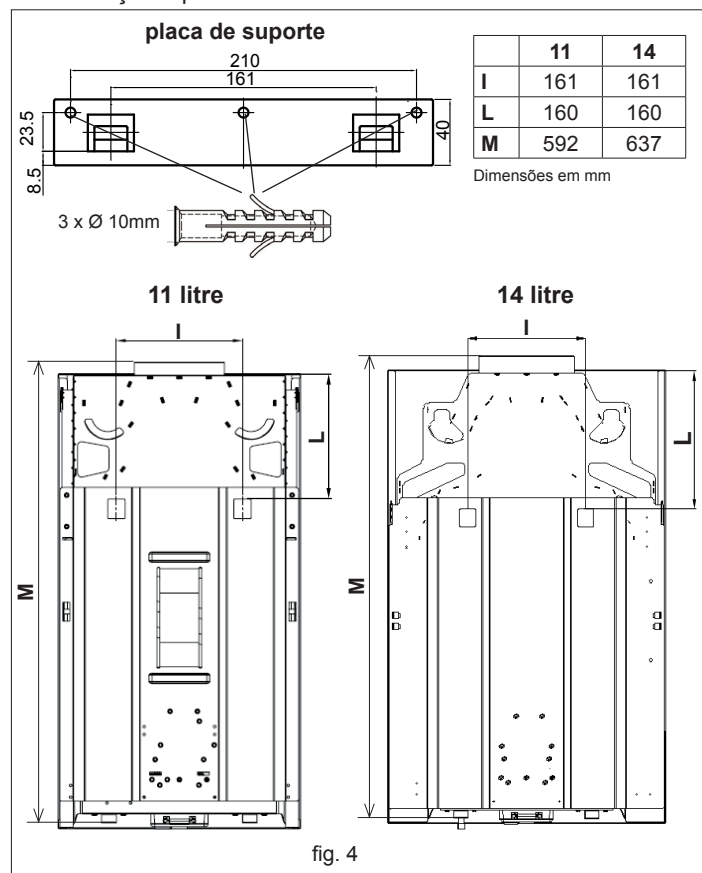

fig. 4
- Na fig. 4 encontram-se indicadas as cotas do aparelho para a sua fixação à parede.